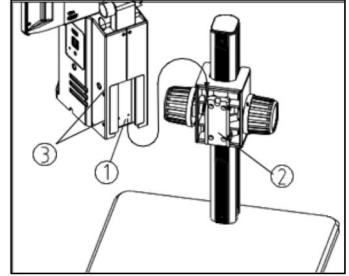

Fig. 1
- Haga coincidir la interfaz de cola de milano (1) del cuerpo del microscopio con la ranura de cola de milano (2) del soporte de enfoque, e insértelo de arriba a abajo como se muestra en la figura, fije el tornillo en la ranura del tornillo
- Apriete el tornillo del cuerpo (3) con una llave hexagonal interna M4 (longitud lateral 2 mm) (Ver Fig.1)